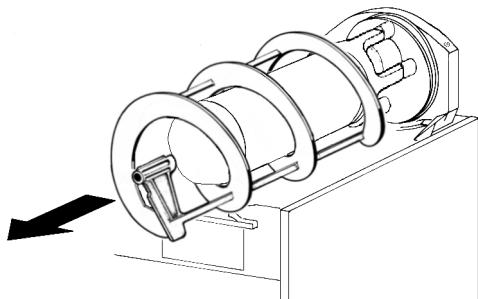
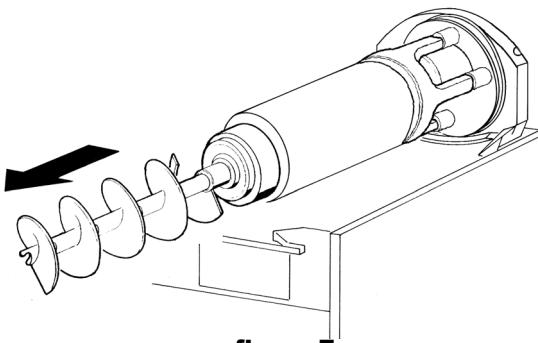

figura 6
figura 7
- 3** Desenfilar del evaporador el rascador exterior (ver figura 6) y después el rascador interior (ver figura 7).